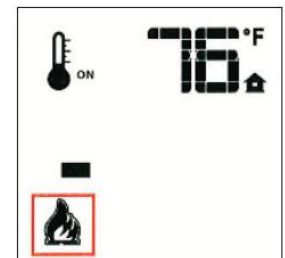

Figure 45. Niveau de flamme «1».
■ La touche fléchée Haut (\wedge) augmentera la hauteur de flamme à chaque fois que vous appuyez dessus. Si vous appuyez sur la touche fléchée Haut pendant que le système est sous tension (à «ON») mais que la flamme est éteinte, la flamme s'allumera en position Haute. Fig. 45 à 47. Un seul «bip» du récepteur confirmera la réception de la commande.